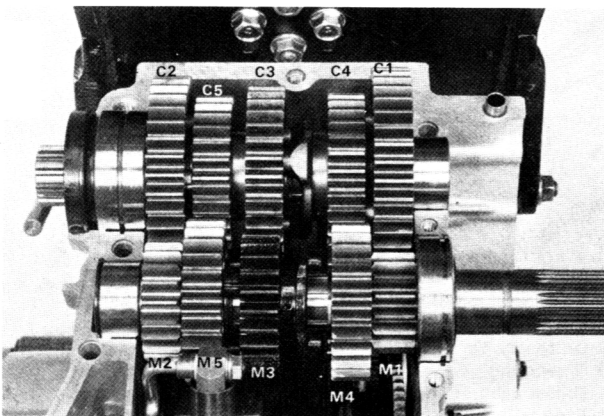

Bild 81
- Über die Bezeichnung der einzelnen Zahnräder gibt Bild 81 Auskunft.